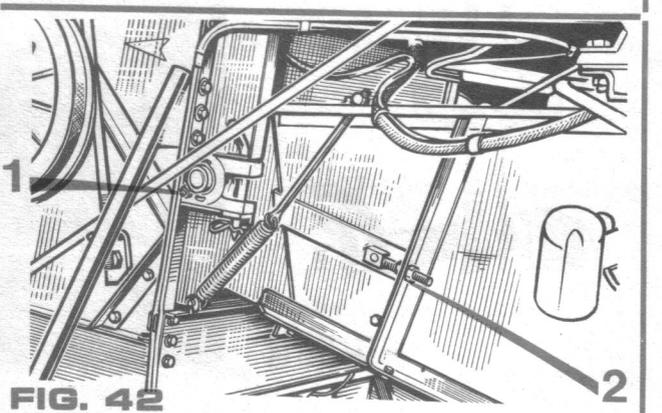

FIG. 42
- vérifier la tension des chaînes du convoyeur (agir sur les tendeurs 2 Fig. 42) des élévateurs et de transmission